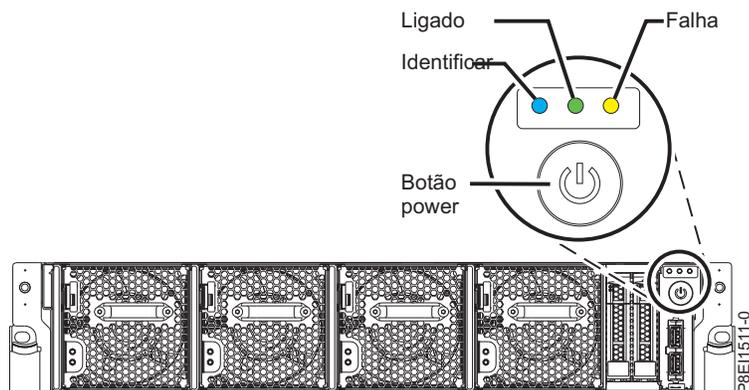

Figura 121. Botão power
- O LED Ligado, conforme mostrado na Figura 121, está piscando. Uma luz piscando indica energia de espera para a unidade.
3. Pressione o botão power mostrado em Figura 121. A luz indicadora de funcionamento para de piscar e permanece acesa, indicando que a energia do sistema está ligada. Os ventiladores de resfriamento do sistema operam em uma velocidade alta e após aproximadamente 30 segundos, retornam para a velocidade de operação.